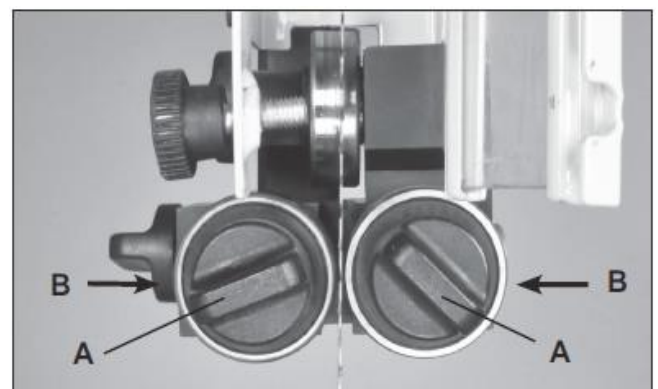

Рис. 22
1. Расположите правую и левую роликовые направляющие относительно близко к лезвию. Сначала ослабьте их передние фиксирующие ручки (#21С, рис. 22, А). Направляющие валы (#25С), на которых закреплены направляющие подшипники, подпружинены! Чтобы переместить направляющие по направлению к лезвию,
просто нажмите на концы направляющих стержней (В) или используйте передние фиксирующие ручки, чтобы потянуть направляющие по направлению к лезвию. Зафиксируйте направляющие на месте. Рис. 22.